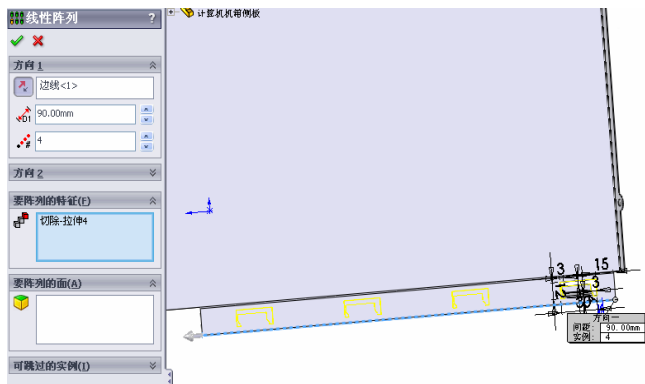

图 10-32 进行阵列操作
⑪ 阵列“切除”特征。选择菜单栏中的“插入”→“阵列/镜像”→“线性阵列”命令，或者单击“特征”工具栏中的“线性阵列”图标，阵列步骤⑩中生成的“切除”特征，阵列方向和阵列间距如图 10-32 所示。